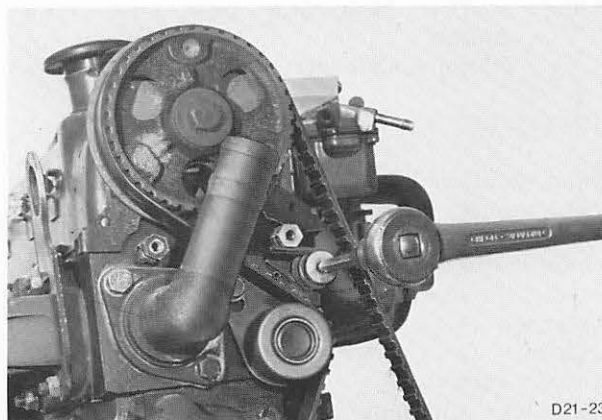

Abb. 82 Zahnriemenspanner mit Spezialwerkzeug 21-012 lösen
9. Zahnriemenspanner mit Spezialwerkzeug 21-012 lösen (1 Schraube, 1 Spezialschraube), gegen Federdruck andrücken und wieder festziehen, Abb. 82. Zahnriemen abnehmen.